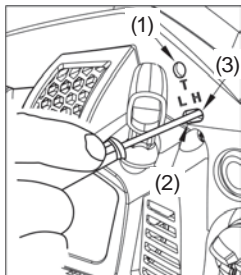

Рис. 10
Для регулирования выполните такие действия (Рис. 10):
3. Переверните винт (T) регулирования нерабочего хода (Рис. 10, поз. 1) против часовой стрелки так, чтобы пильная цепь не вращалась. При слишком низких оборотах нерабочего хода поверните винт по часовой стрелке.